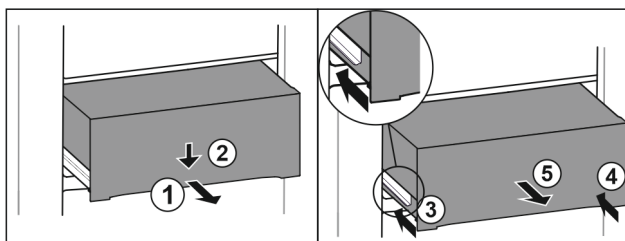

Fig. 203
- ▶ Zásuvku napůl vytáhněte. Fig. 203 (1)
- ▶ Stlačte zásuvku na přední straně dolů. Fig. 203 (2)
- ▶ Zasuňte levou kolejničku přibližně do 2 cm. Fig. 203 (3)
- ▶ Zasuňte pravou kolejničku přibližně do 2 cm. Fig. 203 (4)
- ▶ Vyjměte zásuvku dopředu. Fig. 203 (5)